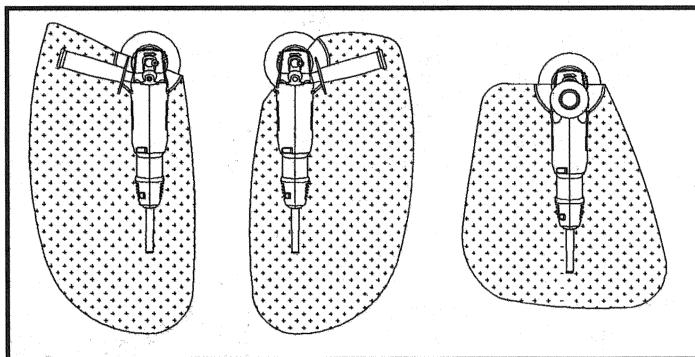

Fig. 4
3. Sitúe el protector de la muela en la máquina de manera que se ubique entre el operador y la muela (ver la Fig. 4).
**ADVERTENCIA:** Asegúrese siempre de que el protector de la muela esté ubicado entre el operador y la muela para que las virutas o pedazos que salgan despedidos de una muela que se rompa se devuelvan del operador (ver la Fig. 4).